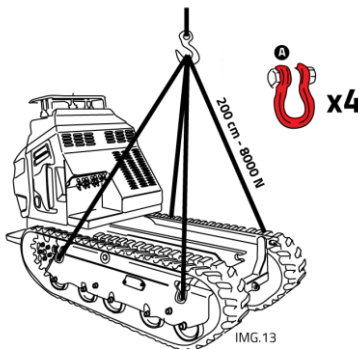

Abb. 22 — Verankerungspunkte für den Hebevor-
- Befestigen Sie die Haken ausschließlich an den von dem Hersteller vorgesehenen Verankerungspunkten (Abb. 22);